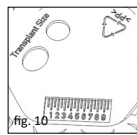

fig. 10
■ **fig. 1b/ 10** Les gabarits au dos du Sizer Disk (fig. 1b) correspondent à la dimension minimum du greffon qui sera intercalé entre le tympan et la prothèse (fig. 10). Ovalaire pour plateau de prothèse ovalaire
■ **fig. 10** L'échelle millimétrique sert à effectuer les mesures comparatives générales qui peuvent être utiles dans le cadre de l'opération de l'oreille moyenne. La face arrière peut aussi être utilisée comme tablette ou comme plan de travail, par exemple pour préparer le greffon ou déposer des accessoires.